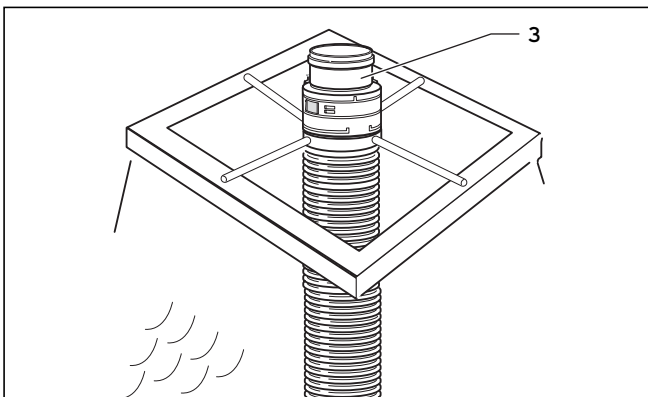

Рис. 6.60 Соединительная деталь с гибким выпускным газопроводом
- Надвиньте соединительную деталь с муфтой (3) до упора на выпускной газопровод и закрепите ее защелкивающимися запорами. Выпускной газопровод висит в монтажном кресте (см. рис. 6.60).
- Вставьте трубу устья (2) в соединительную деталь (3).